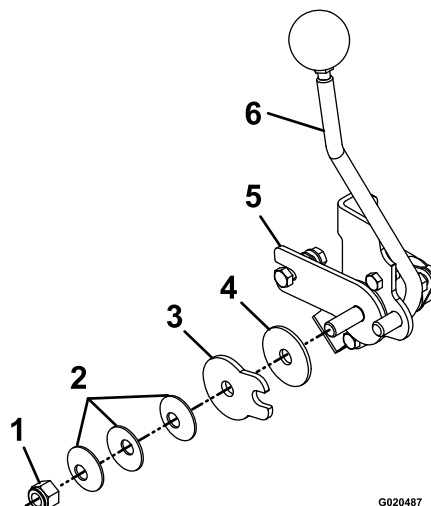

Figure 62
3. Pour régler la tension, réglez l'écrou de pivot situé au bout de l'arbre de commande de déplacement, devant la console droite (Figure 62).